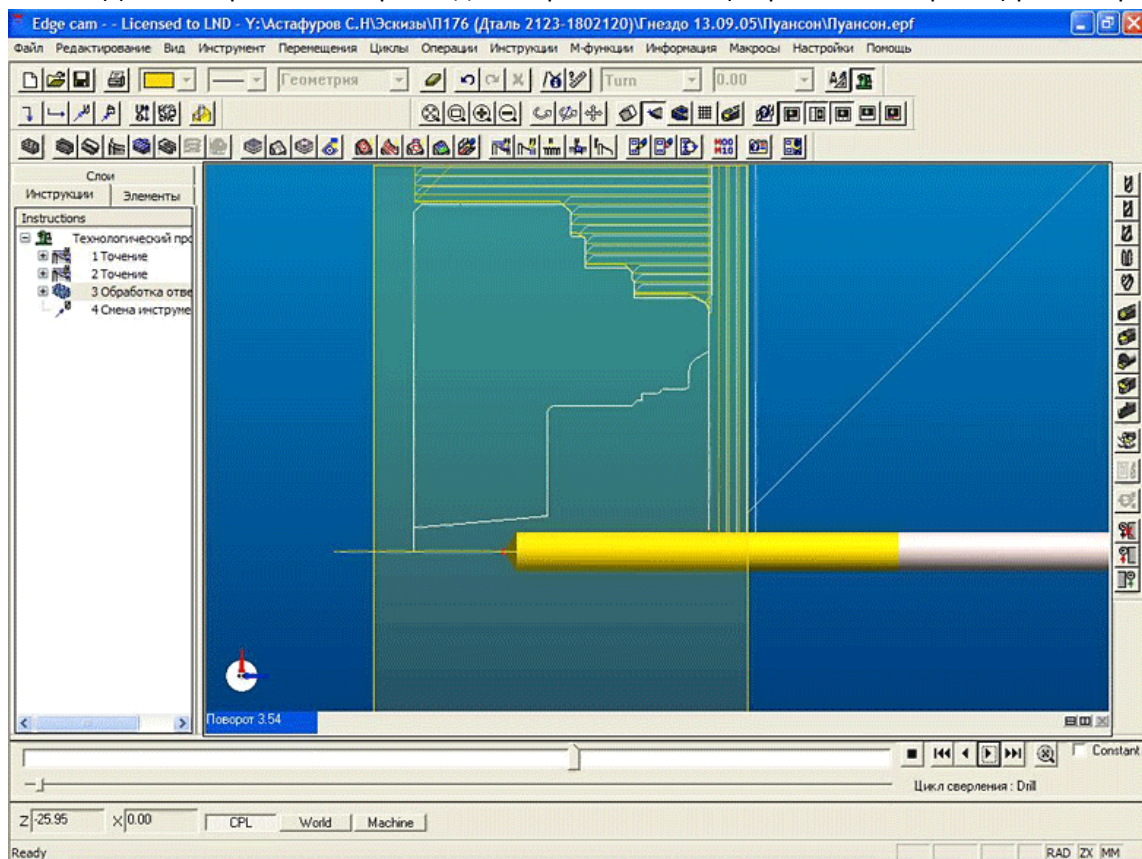
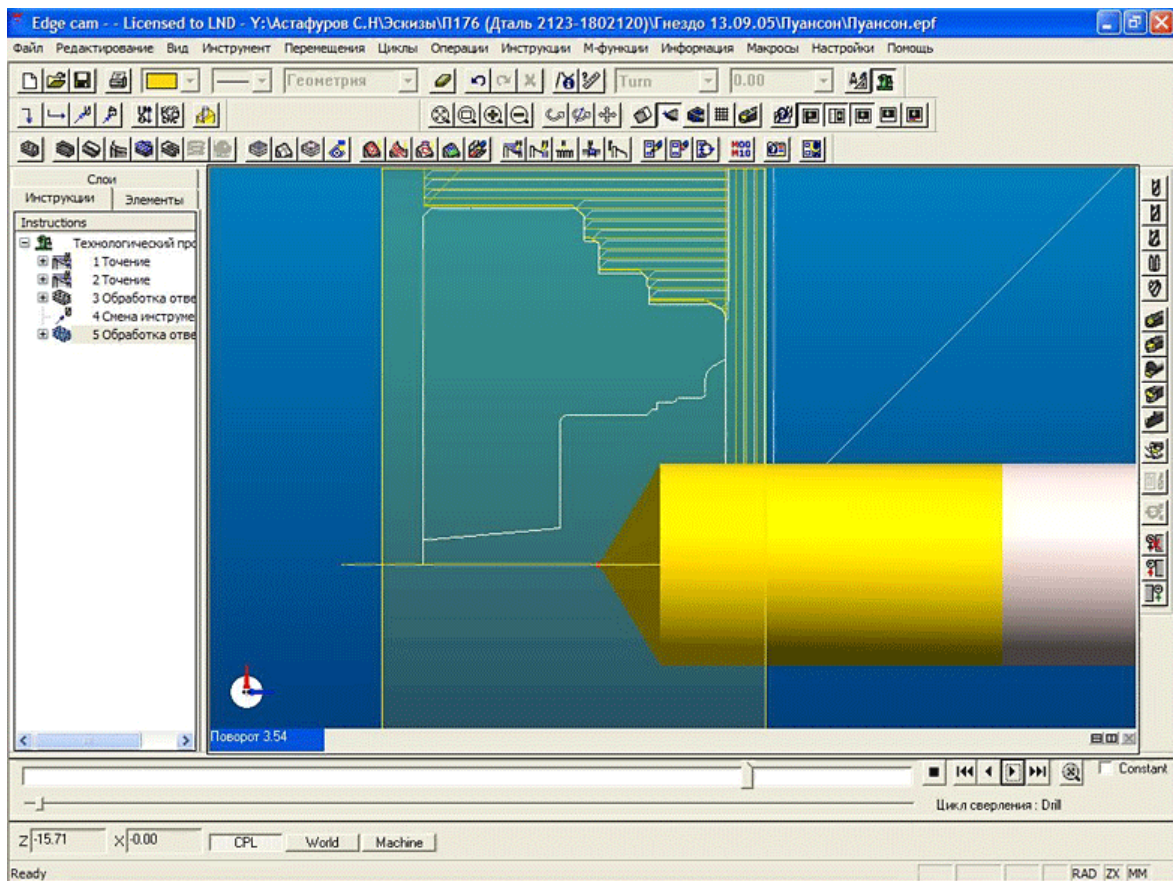

Рис. 5. Edgescam. Обработка отверстий.
Рис. 6. Edgесam. Обработка отверстий.
6. Далее сверлим 2 отверстия диаметром 5 и 25мм (Обработка отверстий) рис. 5 и рис. 6